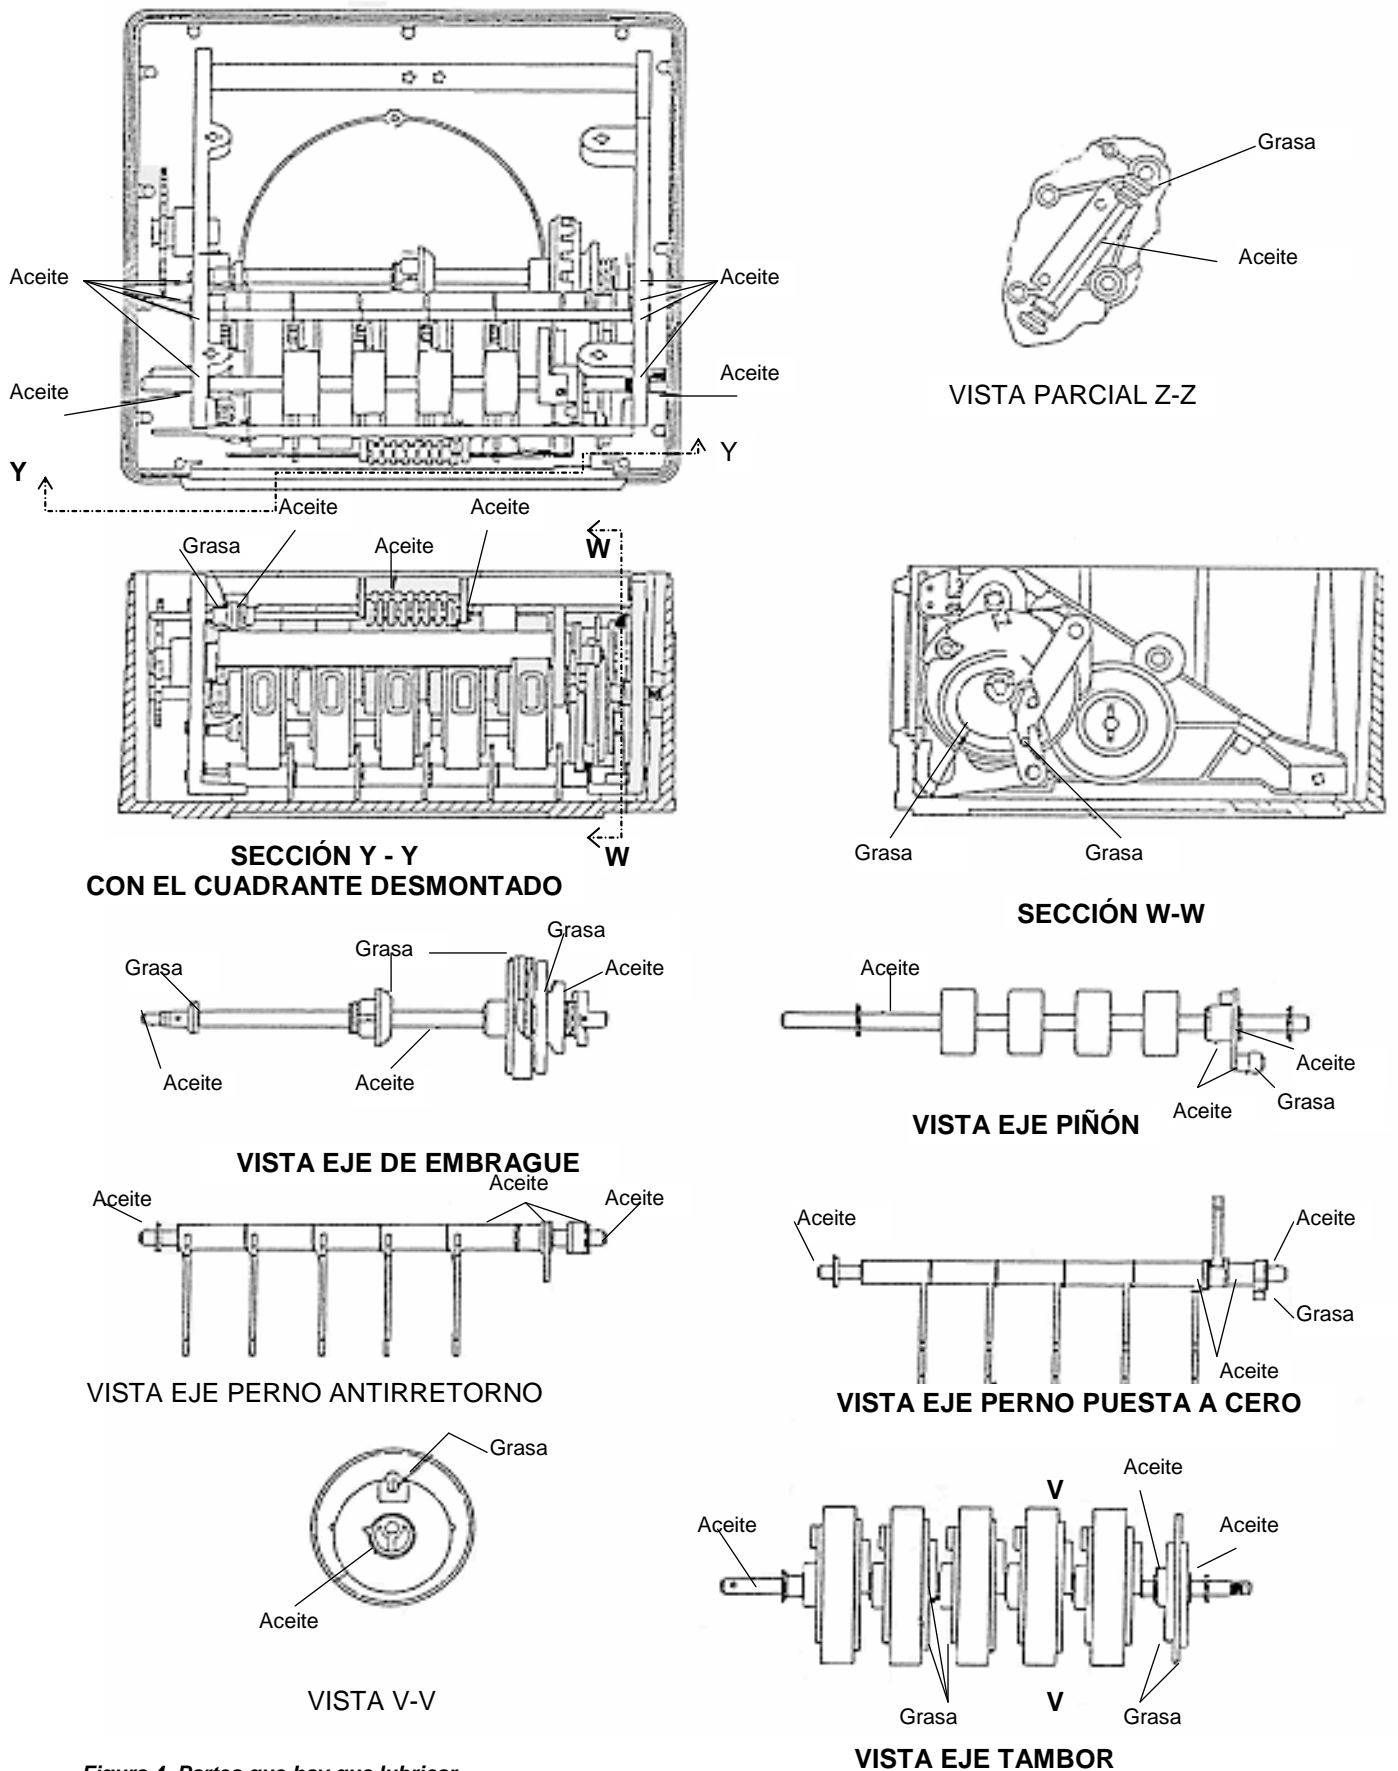

Figura 4. Partes que hay que lubricar
**Aceite :** Todas las partes donde se indique "aceite" en la figura 4 deben lubricarse con aceite, es decir, los ejes, los pasadores y los cubos.
**Grasa :** La grasa debe aplicarse en las partes indicadas en la figura 4, es decir, los engranajes, el trinquete antirretroceso y los piñones.